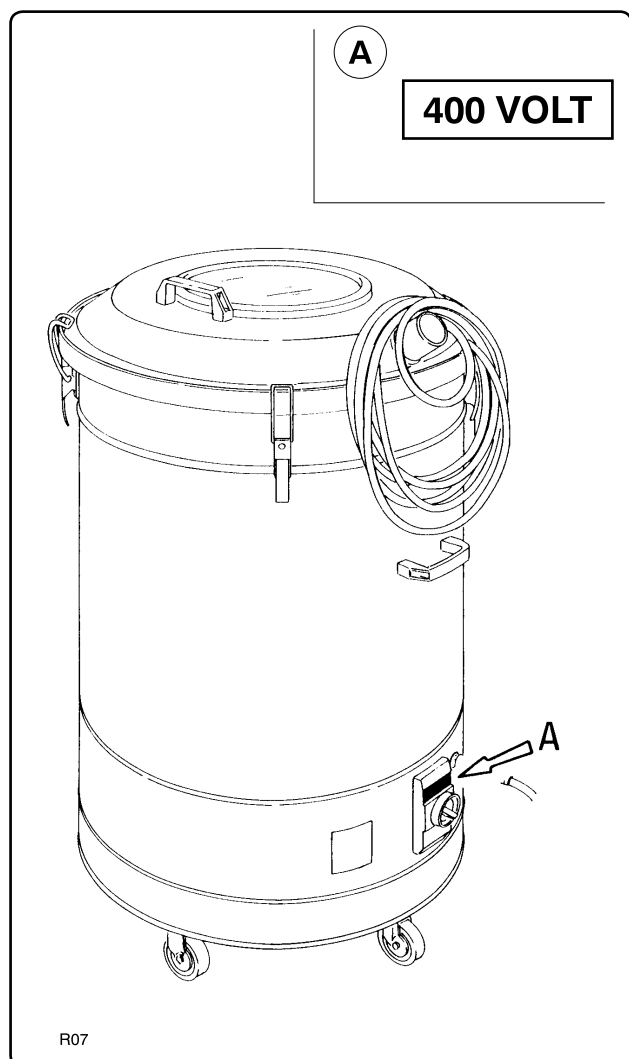

Рис. 3.2.1
3.2 - Предупредительные таблички (рис. 3.2.1)